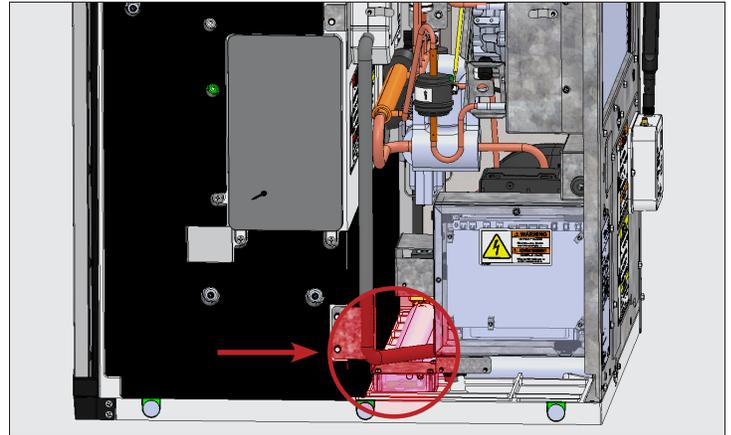

Figure 1. Emplacement de montage du capteur de niveau de glaçons.
3. Déposez les 2 vis de fixation du support sur la boîte en plastique. Voir Fig. 1.